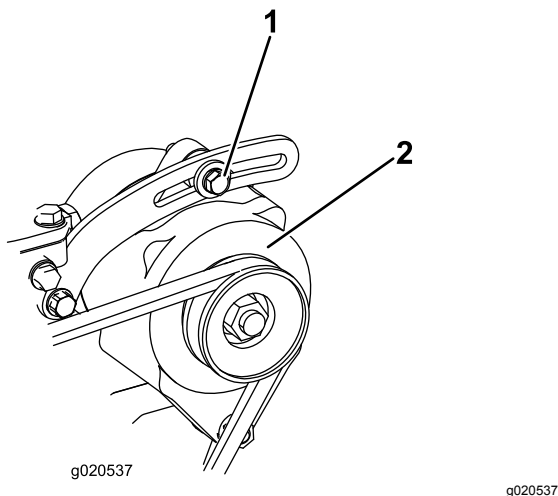

Figura 75
Compruebe la condición y la tensión de las correas (Figura 75) cada 100 horas de operación.
1. Afloje los pernos de montaje del alternador (Figura 75).